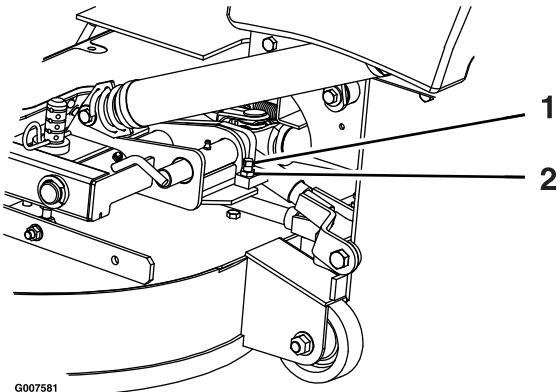

Figure 73
- Desserrez l'écrou de blocage et tournez la vis de butée dans le sens horaire jusqu'à ce que la goupille de verrouillage soit serrée et ne puisse pas être tournée à la main (Figure 73).